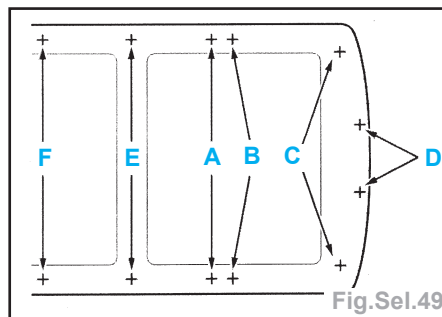

Fig.Sel.49
- Effectuer un préserrage symétrique des écrous (3) de A à F (Fig.Sel.49).
- Serrer les écrous (3) à 0,75 daN.m de A à F.